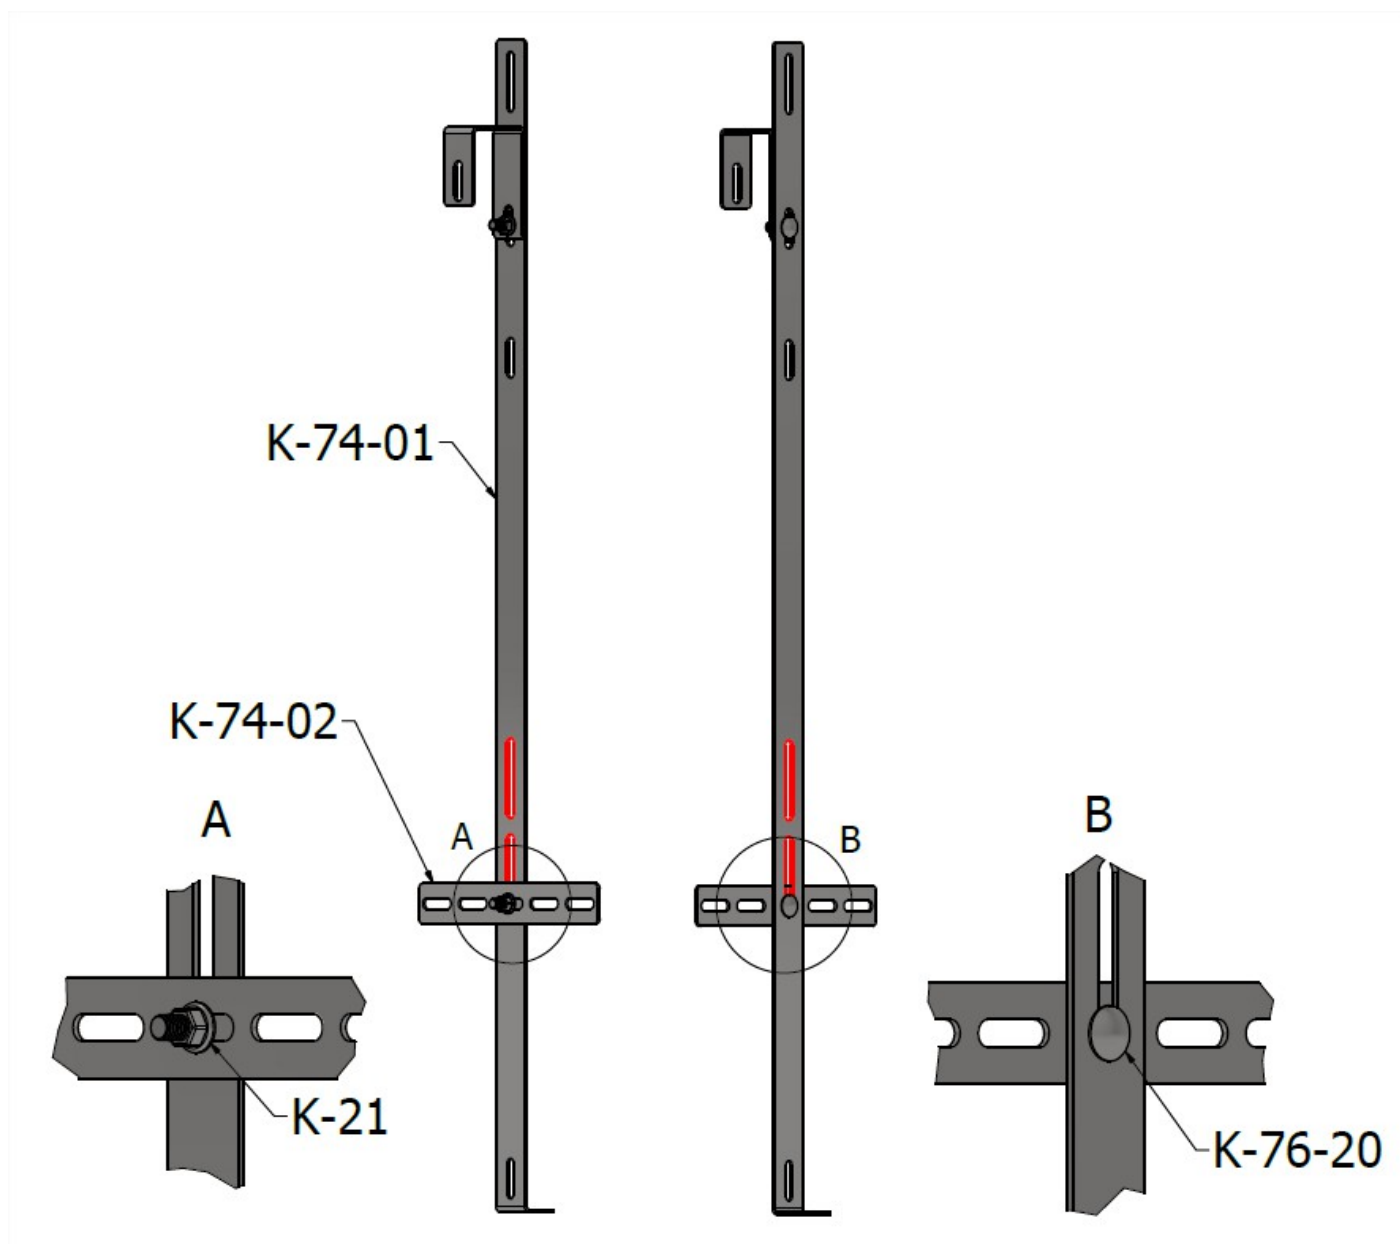

FIG.4 Fixarea cu șuruburi a barei plate K-74-02 cu cârligul K-71-01
3. În etapa următoare, bara plată K-74-02 trebuie fixată preliminar cu șuruburi la cârligul K-74-01 folosind șurubul cu cap bombat K-76-20 și piulița K-21; utilizați orificiul corespunzător pentru a monta ansamblul pe balustradă (FIG.4).